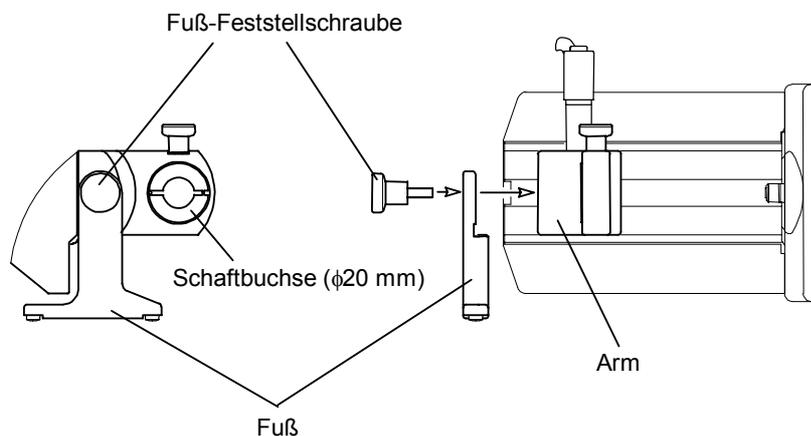

Abb. 4-6-6 Montage des zusätzlichen Fußes
- 1) Befestigen Sie, wie in Abb. 4-6-6 zu sehen, den zusätzlichen Fuß auf dem Arm des i-Checker, indem Sie die Schraube festdrehen.
- Das Zubehör-Set besteht aus den in Abbildung 4-6-6 und 4-6-7 gezeigten Komponenten.